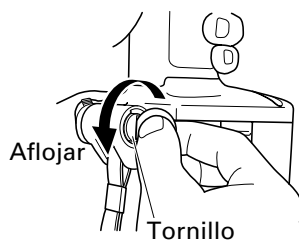

Fig. 6
- Sujete firmemente la unidad principal y saque el tornillo usando un destornillador de cabeza ranurada o una moneda. (Fig. 6)